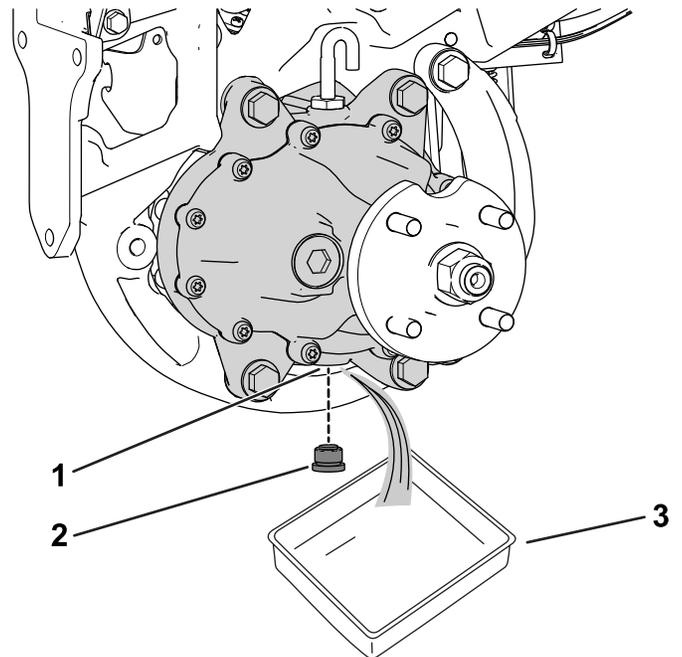

Figura 3
1. Coloque un recipiente debajo del conjunto del motor de rueda (Figura 3).
2. Retire el tapón del orificio de vaciado (Figura 3).
4. Instale el tapón de vaciado en el orificio de vaciado (Figura 3).